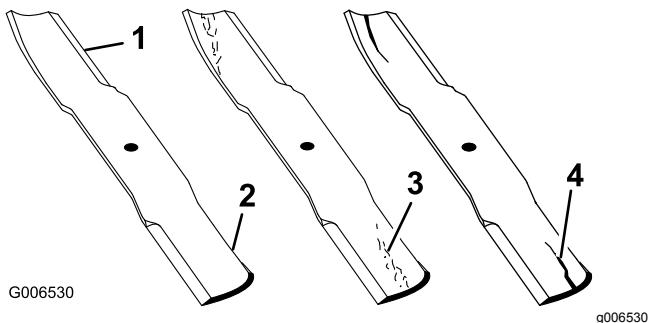

Figure 55
1. Examinez le tranchant des lames (Figure 55).
4. Remplacez immédiatement toute lame fendue, usée ou qui présente une entaille (Figure 55).